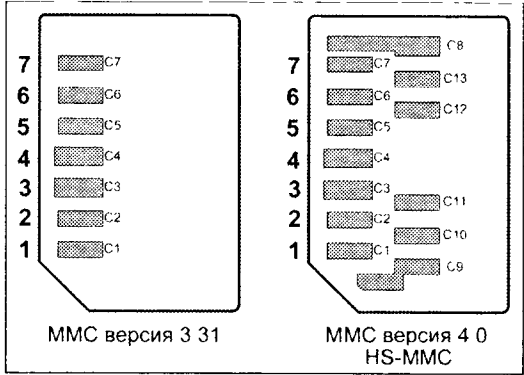
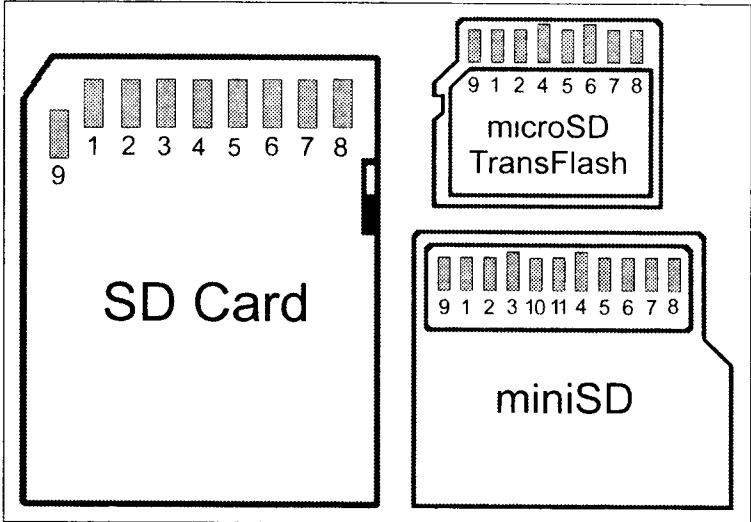

рис. 7
рис. 8
Электрическое соединение МК с картами MMC/SD легче всего осуществляется через трехпроводный интерфейс SPI, дополненный сигналом выбора кристалла (так принято в стандартных микросхемах статической памяти). В **табл.2** приведена нумерация контактов разъемов для режима SPI, на **рис.7, рис.8** показана их привязка к ламелям, на странице <http://www.rlocman.ru/shem/shem-cache.html?di=18880> приведено подробное описание протокола работы на русском языке.
Интересная деталь. Карта microSD имеет 8 контактов, которые иногда нумеруют по порядку слева направо от 1 до 8. На рис.8 нумерация специально изменена, чтобы электрически полностью соответствовать табл.2.
Связь МК с картами памяти производится четырьмя сигналами: /CS – выбор кристалла низким логическим уровнем, DO, DI, SCLK аналогичны MISO, MOSI, SCK интерфейса SPI. Интересная деталь. В схемах, показанных на рис. 7, 9, аппаратная шина SPI используется для подключения адаптера программатора ICSP. Сигналы SPI, необходимые картам памяти, формируются программным способом через обычные линии обычных портов. Этот прием называется Soft-SPI.
2. Зашить HEX-файл в МК DD1 подручным программатором. При внутрисхемном программировании по рис. 7 может потребоваться увеличение питания DD1 до 5 В (временно удалить микросхему DA1 и поставить перемычку между выводами "In" и "Out"). Разумеется, карта памяти при программировании должна быть изъята из разъема X1, чтобы она не вышла из строя от перенапряжения.